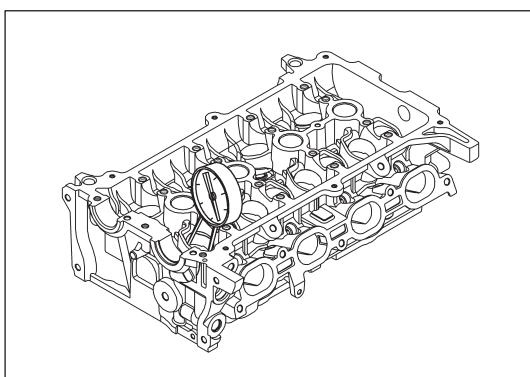

Рис. 12-3-33. Измерение внутреннего диаметра отверстия для установки направляющей втулки клапана
v) После остывания головки цилиндров измерить внутренний диаметр отверстия направляющей втулки клапана, как изображено на рис. 12-3-33.